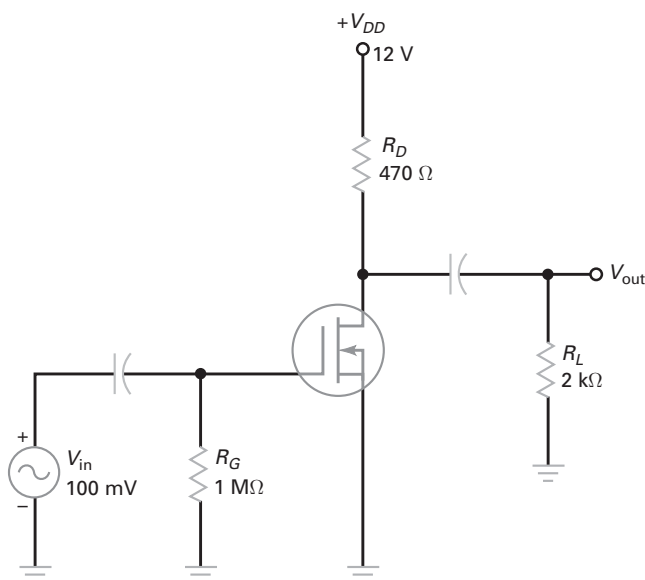

Figura 12-49
- 12-4** O MOSFET-D na Figura 12-49 tem $V_{GS(desl)} = -3 \text{ V}$ e $I_{DSS} = 12 \text{ mA}$. Determine a corrente no dreno do circuito e os valores de V_{DS} .
- 12-5** Na Figura 12-49, quais são os valores de r_d , A_v e $v_{(out)}$ usando uma g_{mo} de $4.000 \mu S$?
- 12-6** Usando a Figura 12-49, calcule r_d , A_v e $v_{(out)}$ se $R_D = 680 \Omega$ e $R_L = 10 \text{ k}\Omega$.
- 12-7** Qual é a impedância de entrada aproximada na Figura 12-49?